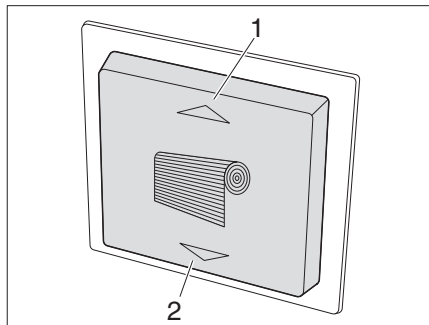
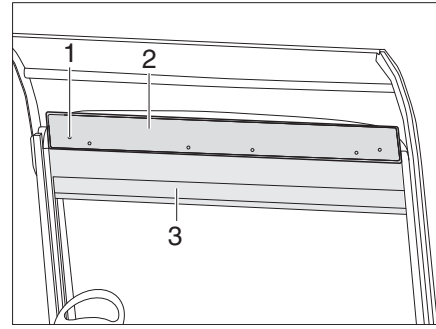

Fig. 78 Interrupteur pour pare-brise
Fig. 80 Fonction d'urgence du store
- Appuyer sur la touche (Fig. 78/2). Le store (Fig. 80/3) pour le pare-brise s'abaisse.
- Appuyer sur la touche (Fig. 78/1). Le store (Fig. 80/3) pour le pare-brise se lève.
- Dévisser les 6 vis (Fig. 80/1) du caisson inférieur et enlever le cache (Fig. 80/2).
- Accrocher la manivelle à l'un des deux moteurs et remonter ou abaisser le store (Fig. 80/3).